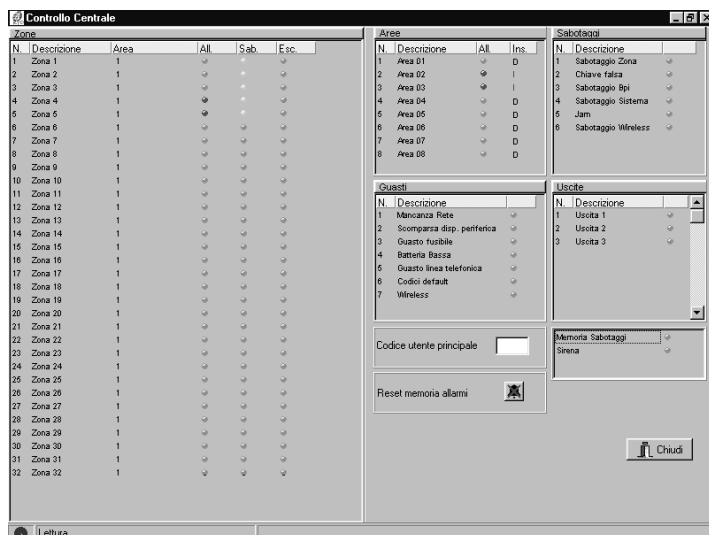

Fig. 3.3 - Pagina Controllo
- ☐ **Controllo ⇒ Centrale** - Selezionando questa voce verrà aperta una finestra molto simile a quella riportata in Fig. 3.3: le differenze dipendono dal tipo di Centrale cui si è collegati.